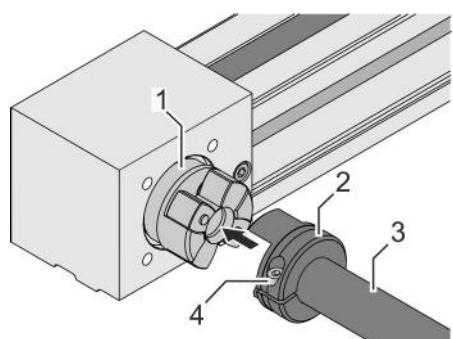

Fig. 23: Montar el eje de sincronización
4. ➤ Coloque los bujes de sujeción (Fig. 23/2) a ambos lados sobre el tubo de acero (Fig. 23/3).
5. ➤ Posicione el tubo de acero (Fig. 23/3), con los bujes de sujeción sueltos, entre los bujes atornillados de ambas unidades lineales.
6. ➤ Encaje los bujes de sujeción (Fig. 23/2) en los bujes atornillados (Fig. 23/1).
- 7.** ➤ Apriete en cada caso el tornillo (Fig. 23/4) en los bujes de sujeción: